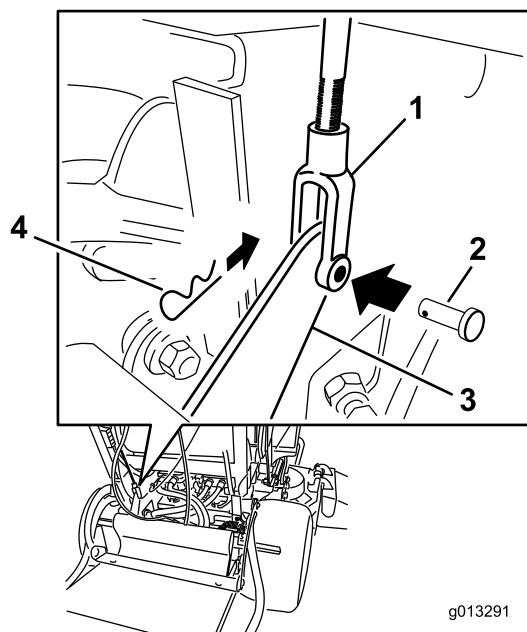

Figura 62
4. Per regolare il freno, staccate la coppiglia e il perno con testa dalla leva del freno inferiore e dalla forcella (Figura 62).
7. Fissate la forcella alla leva del freno inferiore con il perno con testa e con la coppiglia (Figura 62).